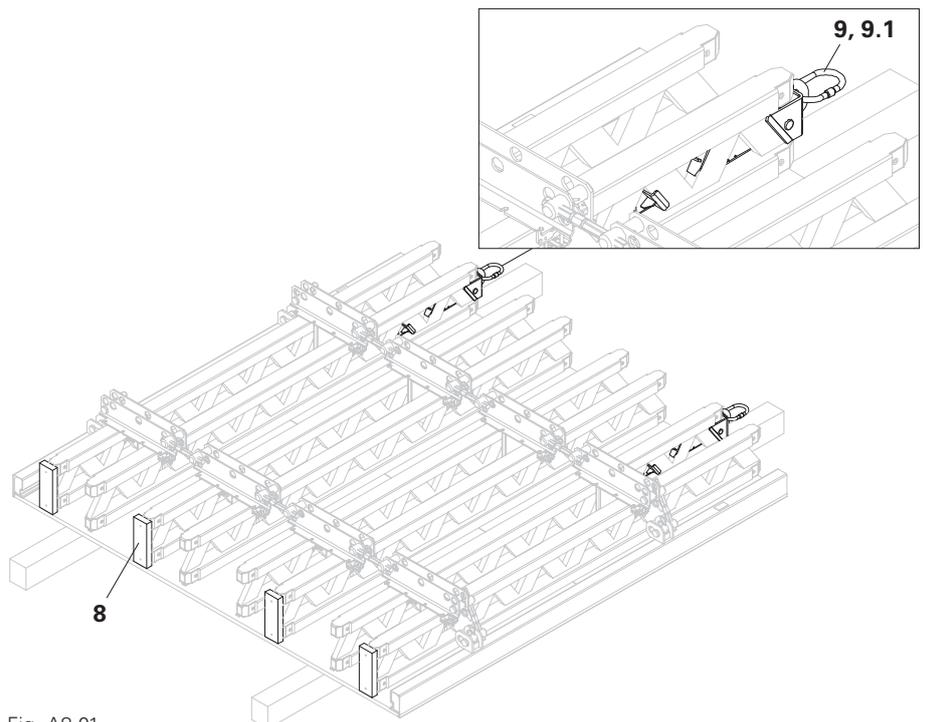

Fig. A8.01
1. Pasar la mordaza para grúa 24 (9) por la celosía de la viga y asegurar con bulón y grupilla de seguridad (9.1).
- (Fig. A8.01)
(Fig. A8.01)